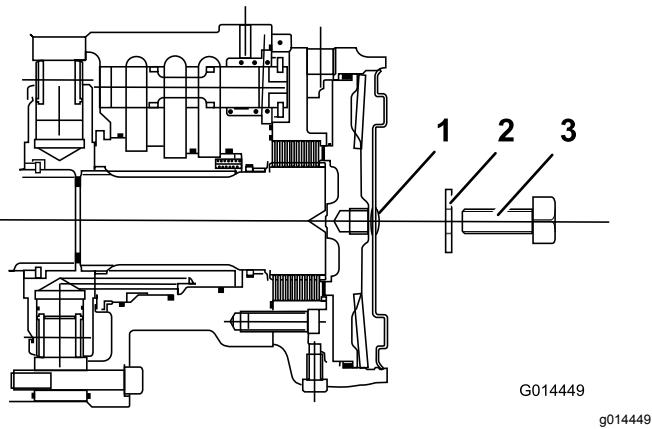

Figure 36
- Placez une vis (M12 x 40 mm) munie d'une rondelle dans le trou au centre de la plaque d'extrémité du moteur (Figure 36).
- Serrez la vis d'arrêt dans le trou fileté du piston de frein jusqu'à ce que le frein soit desserré (Figure 36).
- Identifiez le frein à disque du moteur de roue avant gauche et répétez la procédure précédente (Figure 36).